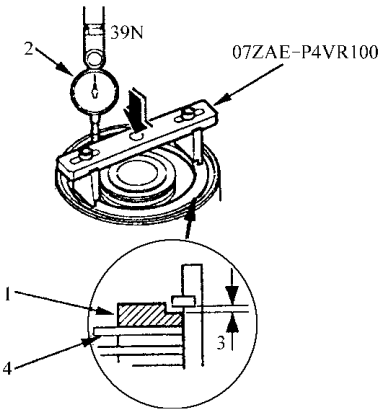

图 5-121 安装专用工具
10) 向上提起离合器底板，使其与卡环平齐，将百分表归零。如图 5-121 所示，松开离合器底板，使其降低，然后在离合器底板上安装专用工具。